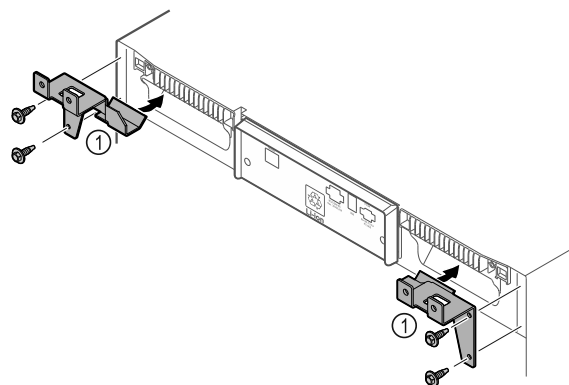

Fig. 10
- Τοποθετήστε τα στηρίγματα Fig. 10 (1) με τις αυτοδιάτρητες βίδες στη συσκευή.